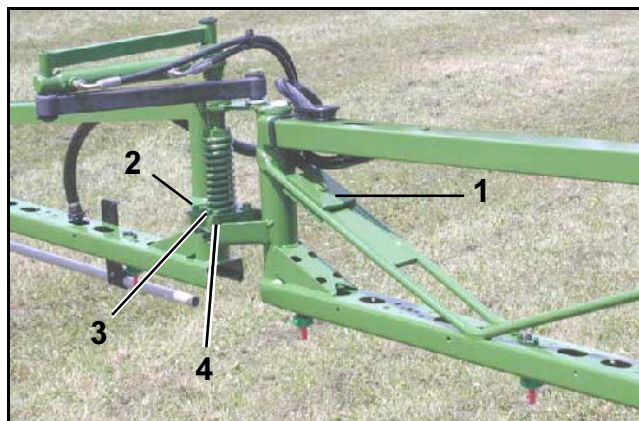

Рис. 74
Если это не наблюдается, **необходимо** произвести выравнивание штанг при помощи противовесов (Рис. 74/1), устройство гашения колебаний при этом должно быть разблокировано. Противовесы закрепите соответствующим образом на консоли.
- Открутите болты (Рис. 74/2) крепежной накладки (Рис. 74/3). Регулировка производится непосредственно на пластиковом фиксаторе (Рис. 74/4) при помощи продольных отверстий крепежной накладки.
- Затяните болты (Рис. 74/2).